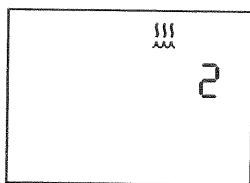

Abb. 6–6 Luftbefeuchter-Einstellungsbildschirm
1. Auf dem Standby- oder Überwachungsbildschirm die Taste  drücken und einige Sekunden lang gedrückt halten. Der Luftbefeuchter-Einstellungsbildschirm wird angezeigt (siehe Abb. 6–6).